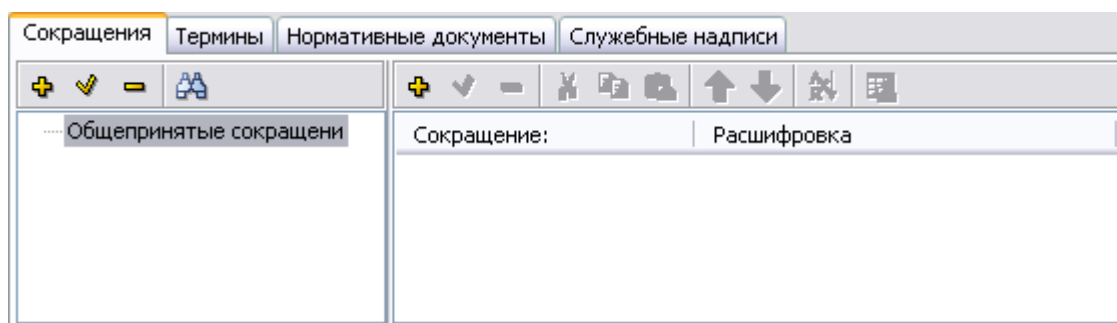

Рис. 7.3
4. Нажмите на кнопку  **Применить**. При этом в левом окне редактора появится название словаря (Рис. 7.3).